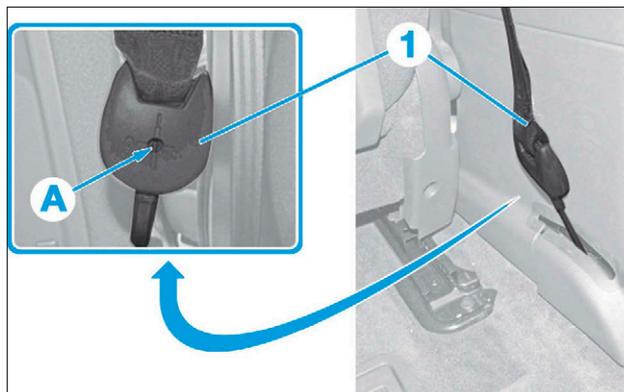

FIG. 13
- Déverrouiller la ceinture de sécurité avant (1) en (A) à l'aide d'un tournevis plat (Fig.13).